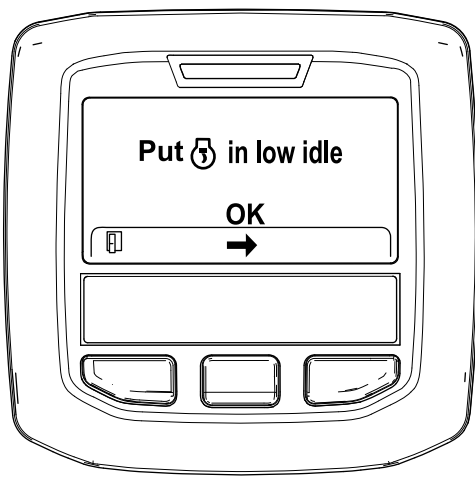

Figura 34
- Mueva el control del acelerador en RALENTÍ BAJO y pulse el botón central (Figura 34).